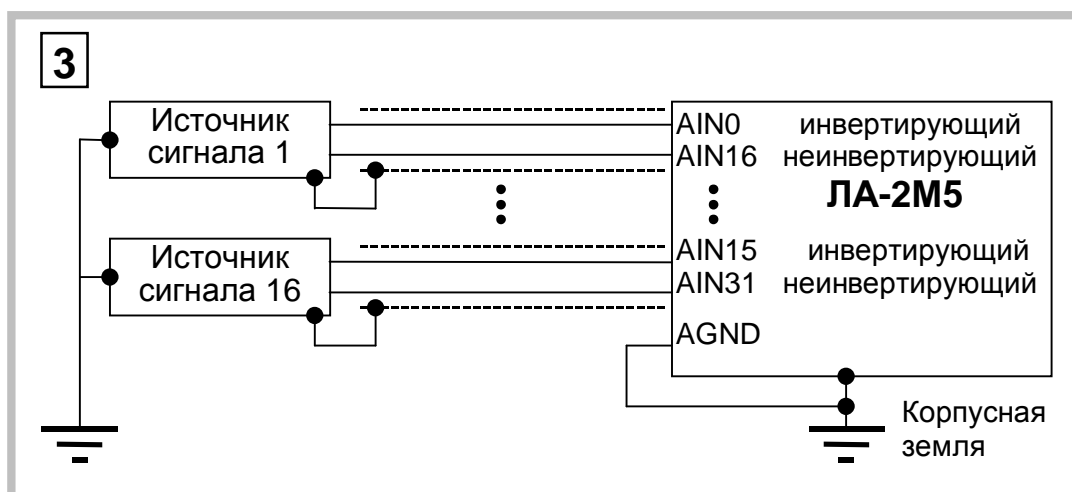

Рис. 7. 14
7.2.2.8.5. Четвёртый вариант включения (Рис. 7. 11) используется для удалённых однополюсных источников, не имеющих связи с корпусной землёй. При этом используются преимущество дифференциального включения платы - эффективное подавление синфазных помех.